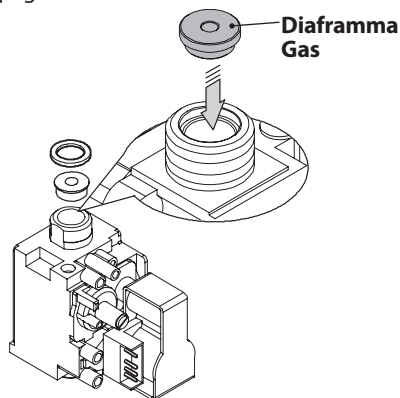

Figura 8.2
- Eseguire la trasformazione del tipo di gas sostituendo correttamente il diaframma gas (Figura 8.2), facendo riferimento alla sezione "Dati tecnici M260MR.2025 SM/T" a pag. 32 e "Dati tecnici M260MR.2530 SM/T" a pag. 36.